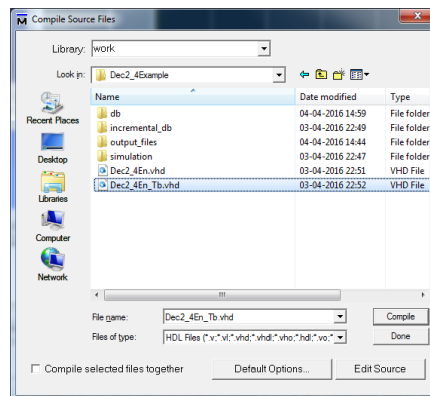

Figura 4 – Compilação da *testbench* “Dec2_4En_Tb.vhd”.
8. Compile a *testbench* através do menu “*Compile → Compile*”, seleccionando o ficheiro “Dec2_4En_Tb.vhd” e premindo “*Compile*” (Figura 4).